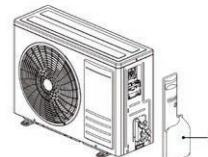

fig. 23 -
- Scoateți panoul lateral (1 - "fig. 23 -").